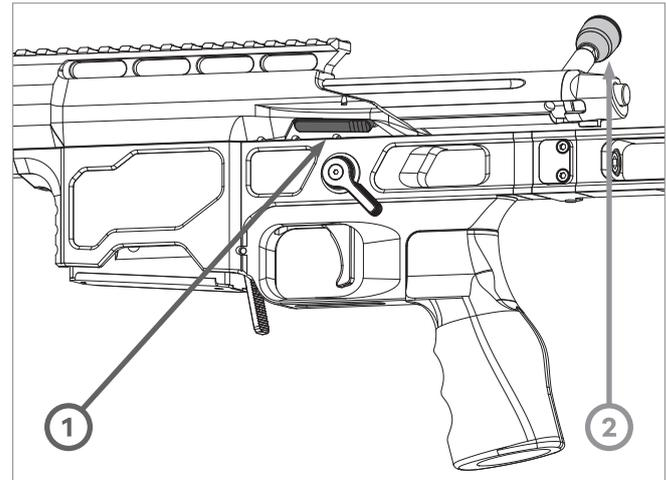

РИС.31
- ▲ Поднимите рукоятку затвора (поз.2, РИС.31) вверх до упора.
- ▲ Удерживая нажатой клавишу останова затвора (поз.1, РИС.31), извлеките затвор из ствольной коробки.
- ▲ Поворачивая затвор вдоль оси канала ствола, необходимо добиться, чтобы клавиша останова затвора попала в продольный паз на корпусе затвора, произойдет характерный щелчок (РИС.31).